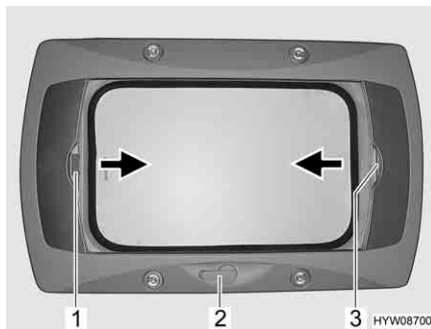

Fig. 76 Oblò a manovella
- Apertura:** ■ Ruotare la manovella (Fig. 76,2) fino a quando non si incontra resistenza.
- Chiusura:** ■ Tirare la tendina oscurante pieghevole per la maniglia (Fig. 76,3) nella direzione della freccia fino alla posizione desiderata e rilasciare. La tendina oscurante pieghevole rimane in questa posizione.
- Chiusura:** ■ Tirare la zanzariera a rullo per la maniglia (Fig. 76,1) nella direzione della freccia verso la maniglia contrapposta della tendina oscurante pieghevole (Fig. 76,3) e farla innestare.
- Apertura:** ■ Tirare la maniglia della zanzariera a rullo (Fig. 76,1) dietro, verso l'alto, e sganciare la zanzariera a rullo dalla tendina oscurante pieghevole (Fig. 76,3).